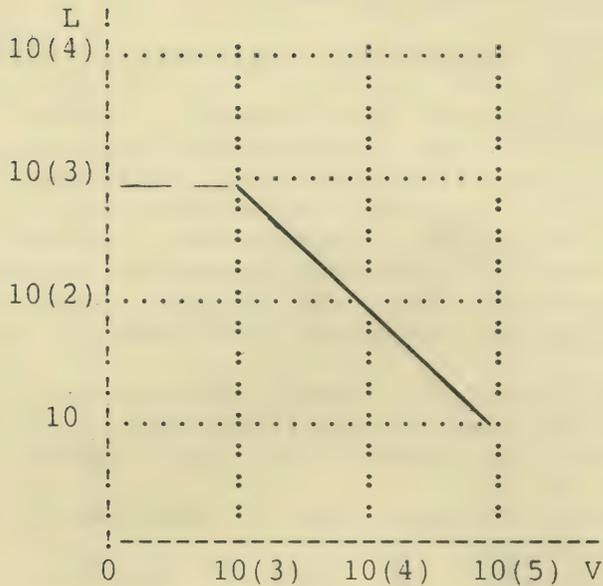

рис. 38
3. *** - рекомендуемая дальность передачи - до 15 м. При сопряжении с ВУ для скоростей передачи данных до 100 Кбит/с дальность передачи выбирается согласно графику на рис. 38. При этом необходимо учитывать, что максимальная скорость передачи данных контроллера - 19200 бит/с.